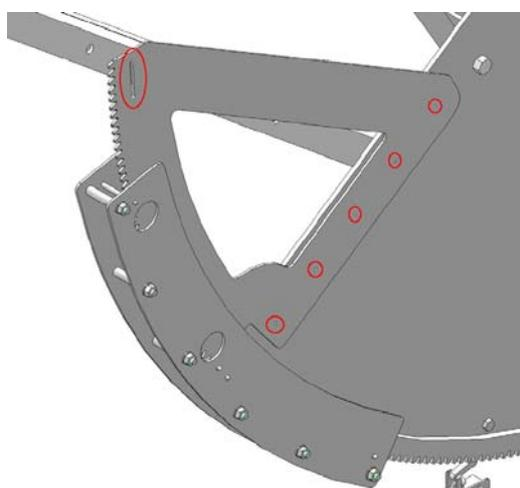

Fig.11 Posizione tracciatura fori
14. Eseguire la tracciatura dei cinque fori per il fissaggio del settore dentato aggiunto sulla piastra che sostiene la cremagliera utilizzando il settore dentato traccia-fori come dima e la tracciatura della posizione del foro da eseguire sulla trave che sostiene lo specchio, così da evitare lo sbandieramento del settore dentato (Fig.11).